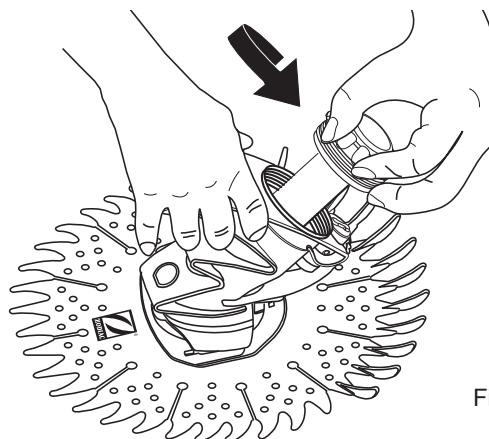
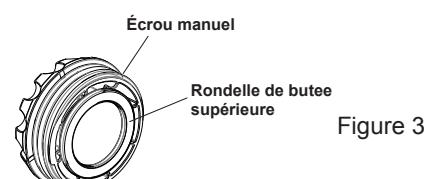

Figure 2
Figure 3
1. Dévissez l'écrou manuel (voir la Figure 2) et l'enlevez du tuyau d'extension extérieur. La rondelle de butée est destinée à rester avec l'écrou manuel comme une unité singulaire. Mettez de côté l'écrou manuel et la rondelle de butée supérieure. (Voir la Figure 3).